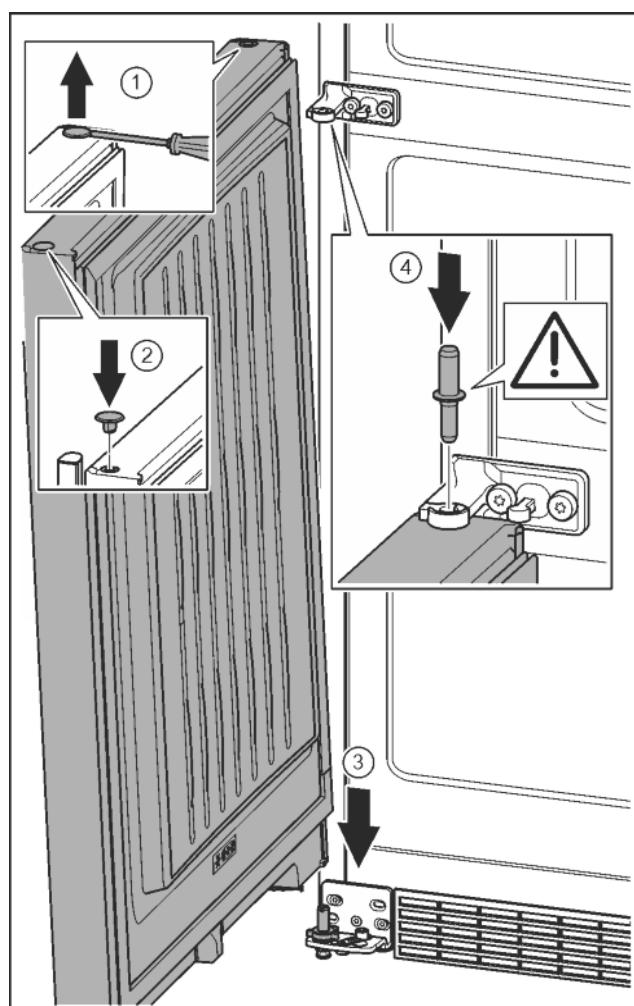

Fig. 22
- Ridicați cu precauție dopul cu o șurubelnită plată și extra-geți-l. Fig. 22 (1)
- Introduceți dopul pe partea opusă a ușii. Fig. 22 (2)
- Așezați ușa de sus pe bolțul inferior de lagăr. Fig. 22 (3)
- Introduceți bolțul central de lagăr prin mijlocul suportului de lagăr în ușă inferioară. Aveți grijă aici ca respectiva camă de cuplare să fie îndreptată către înapoi. Fig. 22 (4)